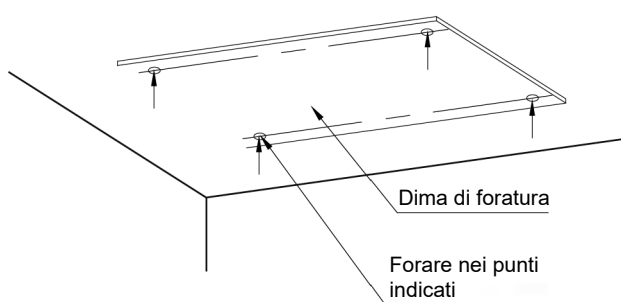
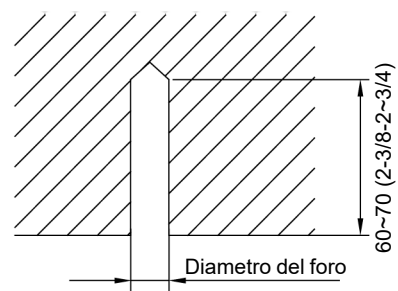

Fig. 2
Fig. 3
- 1) Applicare la dima di cartone sulla posizione di installazione; praticare 4 fori nei punti indicati sul cartone, come illustrato nella Fig. 2; il diametro dei fori corrisponde al diametro dei tasselli a espansione e la profondità è di 60-70 mm (2-3/8~2-3/4 pollici), come illustrato nella Fig. 3.